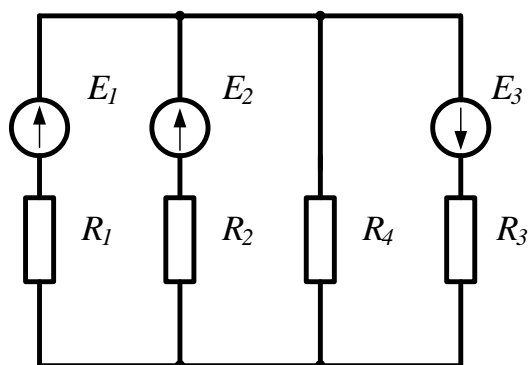

Рисунок 36
**Задача 30.** В цепи (рис.36) ЭДС источников равны  $E_1=160\text{В}$ ,  $E_2=220\text{В}$ ,  $E_3=80\text{В}$ , а сопротивления ветвей соответственно  $R_1=2\text{Ом}$ ,  $R_2=4\text{Ом}$ ,  $R_3=1\text{Ом}$ ,  $R_4=6\text{Ом}$ . Определить токи в ветвях цепи и режим работы каждого из источников. Составить баланс мощностей. Задачу решить методом узлового напряжения.